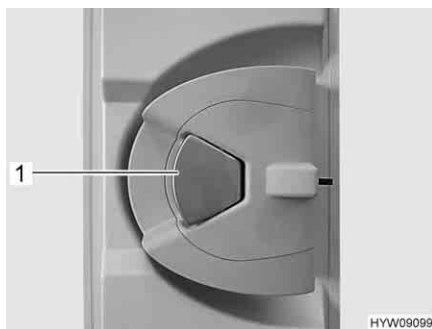

Fig. 54 Serratura della porta (porta di ingresso, lato interno)
- Quando la serratura della porta è bloccata: Tirare una volta la maniglia della porta (Fig. 54,1). La porta è sbloccata.
- Tirare la maniglia della porta (Fig. 54,1). La porta è aperta.
- Premere la maniglia della porta (Fig. 54,1).